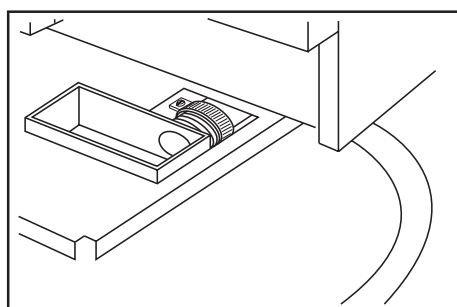

Fig. 5
- Visser au manchon de vidange placé sous le plan de la machine un tube d'un diamètre interne de 15/17 mm et le bloquer avec un bandeau à vis (fig.5).